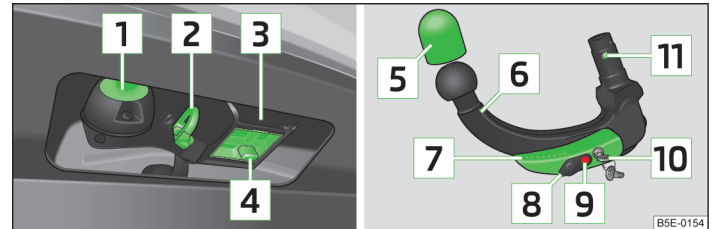

Abb. 142 Träger der Anhängevorrichtung / Kugelstange
- › Die Kappe **4** » **Abb. 142** auf Seite 166 nach unten abziehen.
- Die Abdeckkappe **4** » Abb. 142 auf Seite 166 auf den Aufnahmeschacht stecken.